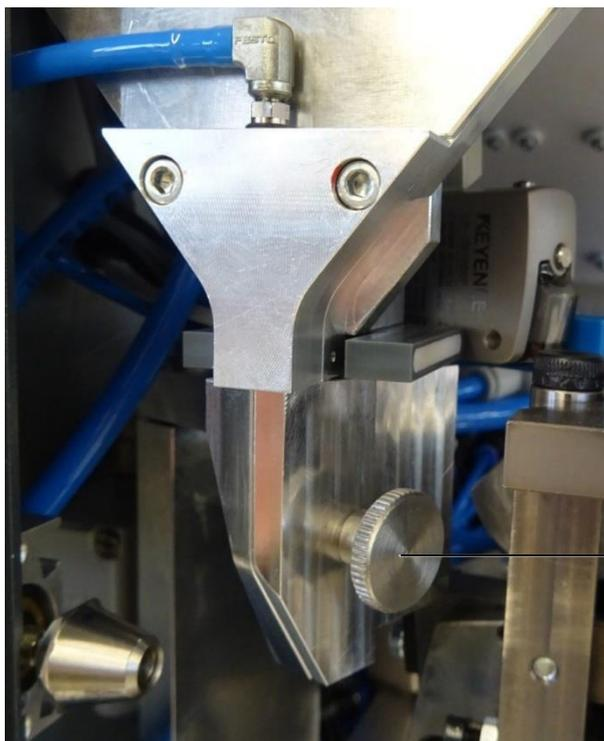

Fig. 17: Tubo di scarico
- Rimuovere il coperchio del tubo di uscita. A tal scopo, allentare la vite zigrinata (fig. 17, pos. 1).